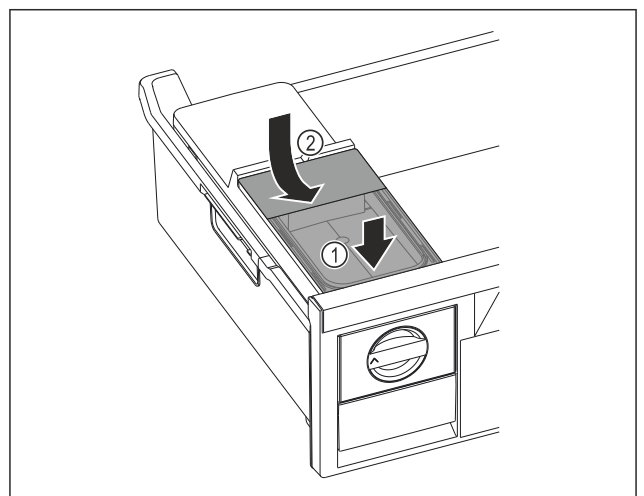

Fig. 261
- ▶ Wassertank vorne ansetzen. Fig. 261 (1)
- ▶ Wassertank hinten absenken. Fig. 261 (2)